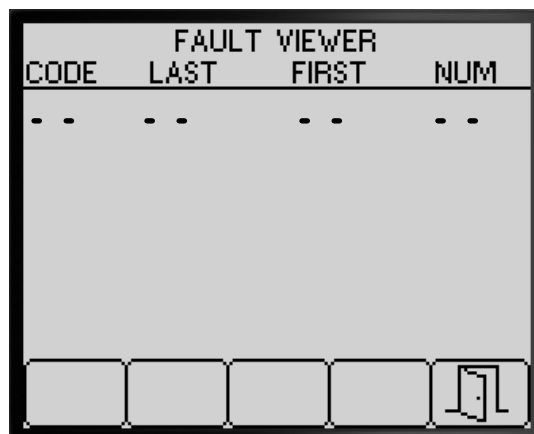

図 87
- 画面に表示される散布システムが検知した不具合の記録を見る図 87。
- ボタン 5 を押すと FAULT VIEWER 画面を終了し、診断画面に戻る図 87。
4. ボタン 5 を押すと ABOUT 画面を終了し、診断画面に戻る 図 87。